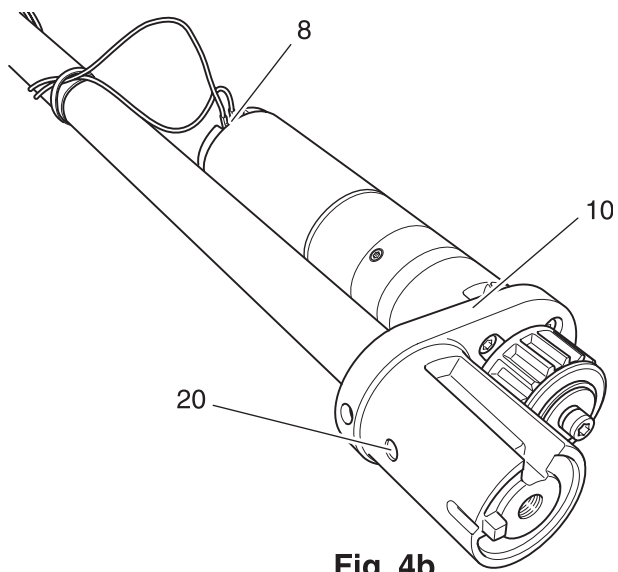

Fig. 4b
- Die Schraube 20 des Motorflanschs 10 etwas lösen (Fig. 4b).